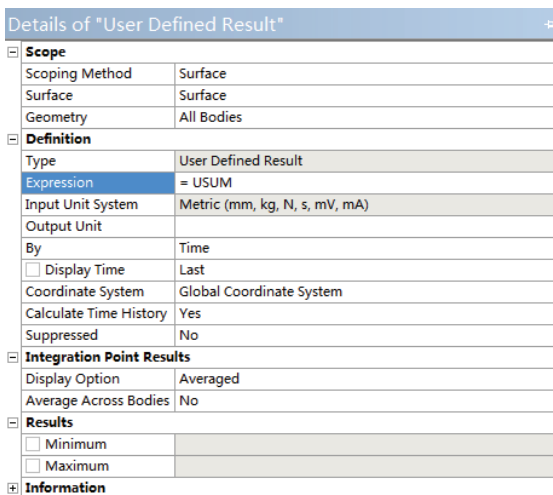

图 6-47 设置用户自定义结果
6) 单击 User Defined Result 对象, 设置其细节窗口如图 6-47 所示。